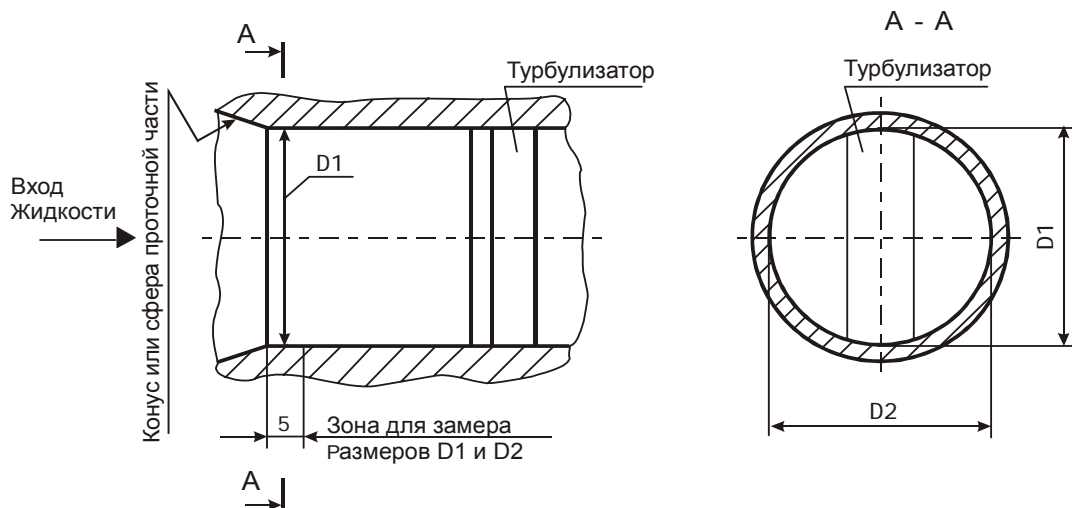

Рисунок 8.1
8.9.2.1 Проводят измерение размеров проточной части преобразователя расхода в соответствии с рис. 8.1 в следующей последовательности: